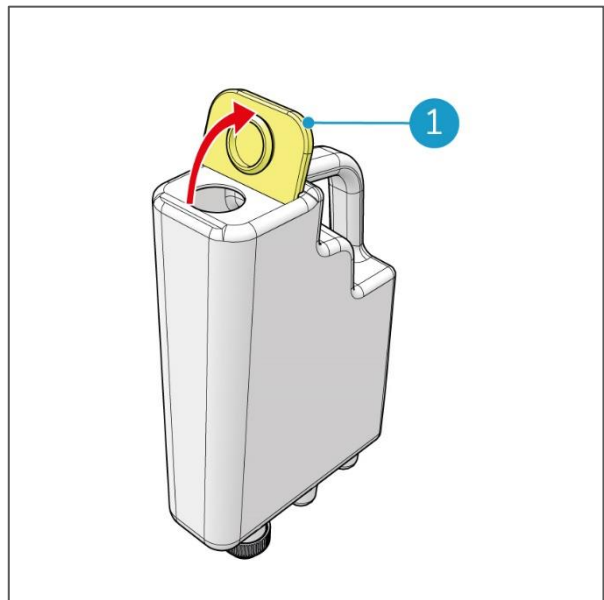

Figura 18
2. Aprire il tappo del serbatoio giallo (Figura 18, pos 1).